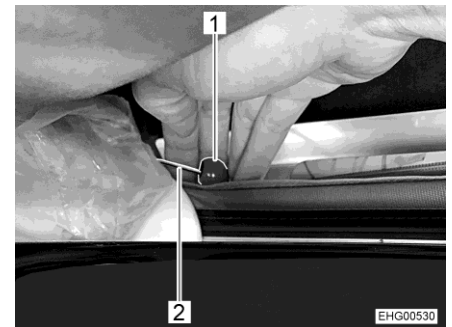

Bild 34 Nödupplåsning
- Dra i den röda knappen (Bild 34,1) på kabeln (Bild 34,2) på båda sidor.